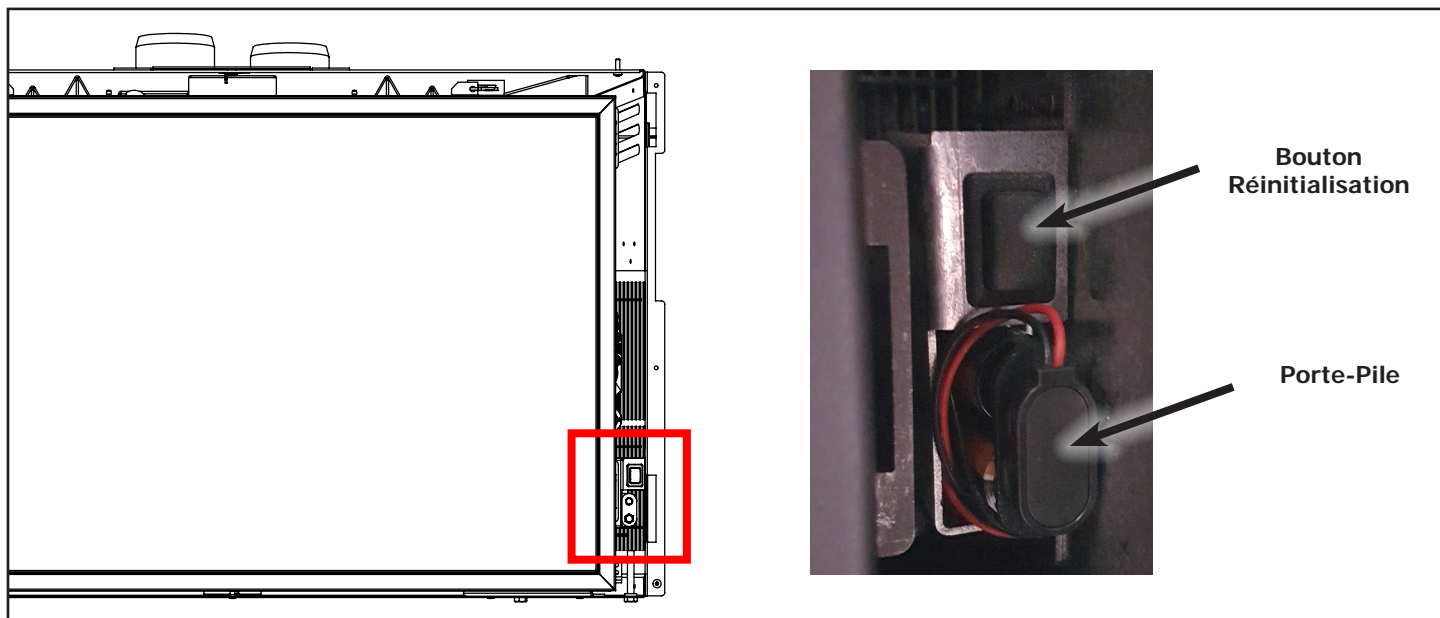

Figure 9: Bouton de Réinitialisation & Emplacement des Batteries
Le support de batterie et bouton de réinitialisation sont situés en bas à droite de l'armoire tel qu'illustré à la Figure 9 ci-dessous. Le support de batterie permet à la foyer d'opérer pendant les périodes de coupure de courant. Pendant ce temps, la hauteur des flammes peut encore être contrôlé et réglé mais le ventilateur et l'éclairage ne sera pas disponible avant l'alimentation est rétablie. Pour installer ou remplacer les piles, il suffit de retirer le support de piles. Le bouton de réinitialisation est utilisé pour initialiser le système et re-synchroniser l'émetteur après remplacement de les batteries.
Insérez les quatre (4) piles AA dans le compartiment de piles de l'IFC. Notez la polarité de la pile et l'insérez dans le compartiment comme indiqué sur les supports du compartiment. Poussez le bouton de réinitialisation sur l'IFC marqué « SW1 » (voir la Figure 9). L'IFC émettra trois (3) bips pour indiquer qu'il est prêt à synchroniser avec un émetteur. Insérez les trois (3) piles type AAA dans le compartiment de piles de l'émetteur, situé sur la base de l'émetteur. Avec les piles installés dans l'émetteur, poussez le bouton « ON ». L'IFC émettra quatre (4) bips pour indiquer que la commande de l'émetteur a été acceptée et enregistre le code particulier de cet émetteur. Le système est maintenant initialisé